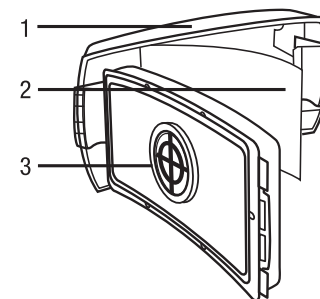

Fig. 6
3. Placer le filtre à haute efficacité et le préfiltre ou le pare-étincelles (si l'un ou l'autre est utilisé) dans le protège-filtre, comme l'illustre la Fig. 6. S'assurer que l'étiquette du filtre à haute efficacité peut être vue à travers la fenêtre de visualisation du protège-filtre. **REMARQUE :** Le préfiltre TR-3600 ne peut pas être utilisé conjointement avec le pare-étincelles/préfiltre TR-362. Consulter l'étiquette d'homologation du NIOSH de l'ensemble TR-300 pour confirmer quel produit peut être utilisé avec la configuration du système en question.